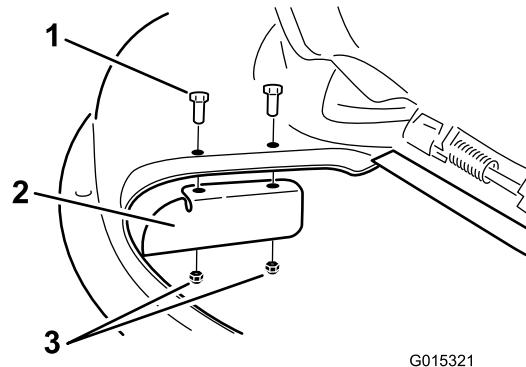

Figure 33
- Montez le déflecteur d'ouverture sur le plateau de coupe (Figure 33). Fixez le déflecteur sur le plateau de coupe avec les deux contre-écrous (5/16").
- Enlevez le déflecteur d'ouverture du plateau de coupe (Figure 33).